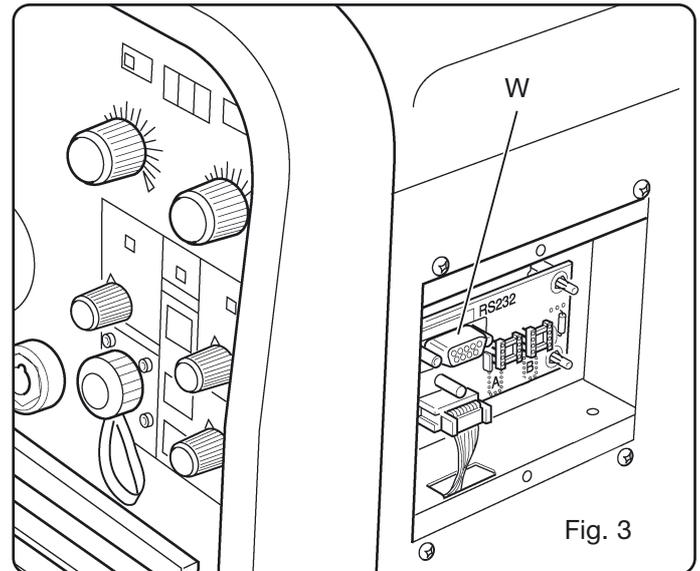

Fig. 3
3.4 Conector tipo DB9 (RS 232) (Fig. 3)